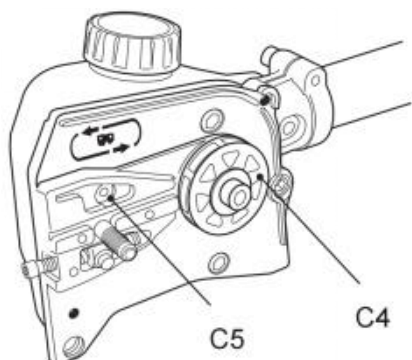

Fig. 70
2. Überprüfen Sie den Ölschluss (C5) auf Verstopfung und reinigen Sie ihn gegebenenfalls, um eine ordnungsgemäße Schmierung der Führungsschiene und der Sägekette während des Betriebs sicherzustellen. Verwenden Sie einen weichen Draht, der klein genug ist, um ihn in die Ölauslassöffnung einzuführen (Abb. 70).